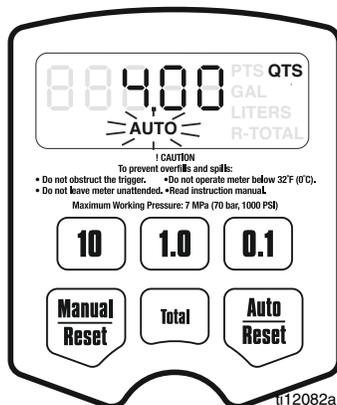

FIG. 27
- d. Presione las teclas *Auto / Reiniciar* nuevamente para mostrar el Menú de Cantidad Prefijada Automática (FIG. 27, Página 21). Cuando se muestre este menú, **AUTO** destellará y se verá el número prefijado automático actual.
Cantidad Prefijada Automática (FIG. 27)